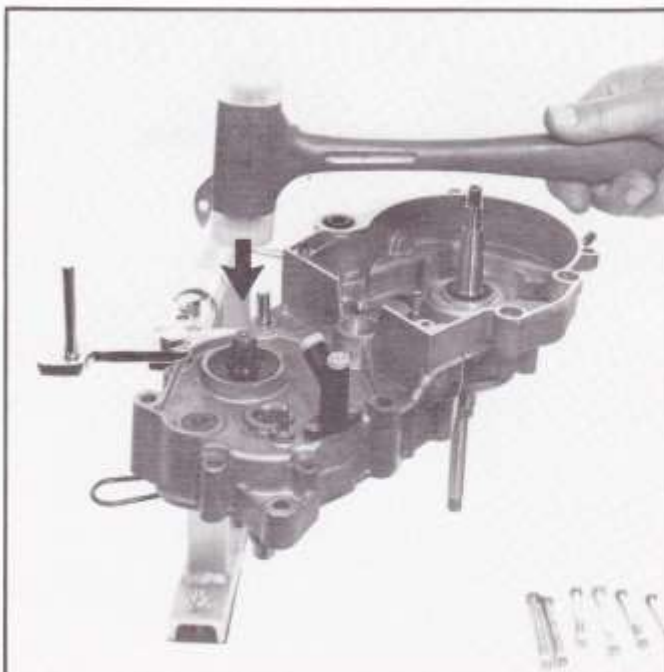

Fig. 96
- Extraire l'arbre moteur en frappant avec un mallet sur l'extrémité, côté pignon de chaîne (fig. 96).